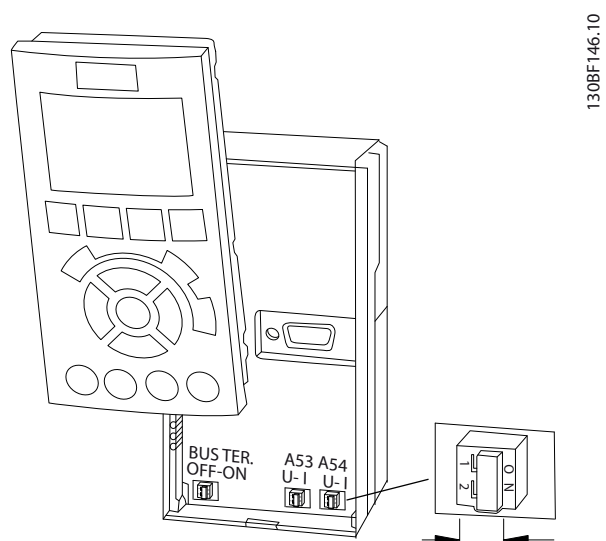

Рисунок 5.22 Расположение переключателей клемм 53 и 54
- Для выбора окончательного сопротивления шины предусмотрен переключатель на плате управления (BUS TER.). См. Рисунок 5.22.